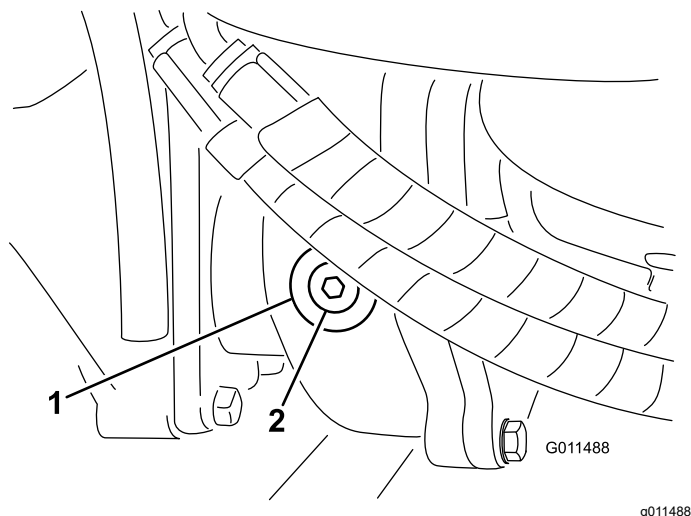

Figure 81
2. Enlevez le bouchon de contrôle/remplissage du côté gauche du boîtier d'engrenages et vérifiez que le lubrifiant atteint la base de l'orifice (Figure 81).